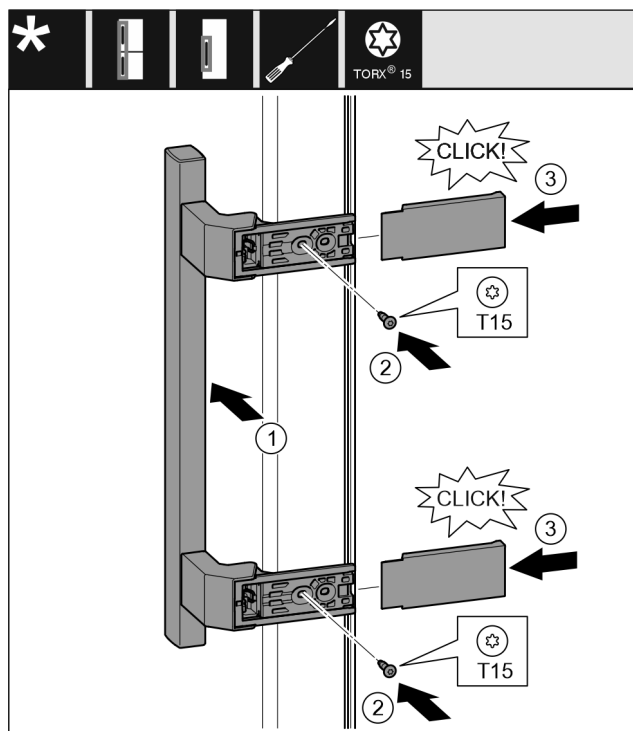

Fig. 20
- ▶ Установите ручку на противоположной стороне. Fig. 20 (1)
- ▶ Затяните винты отверткой T15. Fig. 20 (2)
- ▶ Установите крышки сбоку и надвиньте их. Fig. 20 (3)